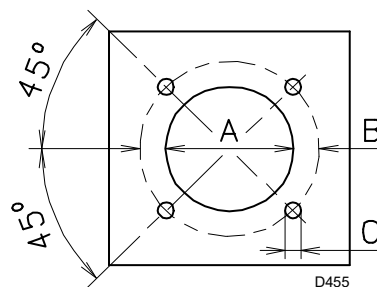

Abb. 14
Bebohren Sie die Abdeckplatte der Brennkammer wie aus Abb. 14 (Tab. J) ersichtlich. Die Lage der Gewindebohrungen kann mit Hilfe des Wärmeschilds, das dem Brenner beige packt ist, nachvollzogen werden.
- Den gesamten Brenner in das vorher vorbereitete Bohrloch des Heizkessels einpassen, wie in Abb. 14 dargestellt, und mit den beige packten Schrauben befestigen.